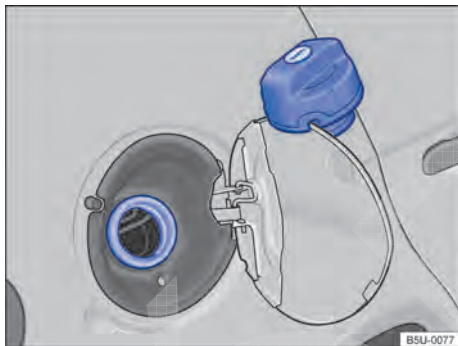

Fig. 123 Portinhola do tanque de combustível aberta com a tampa do tanque de combustível pendurada.
- Girar a tampa do tanque no sentido anti-horário e pendurá-la em cima da portinhola do tanque de combustível → Fig. 123.